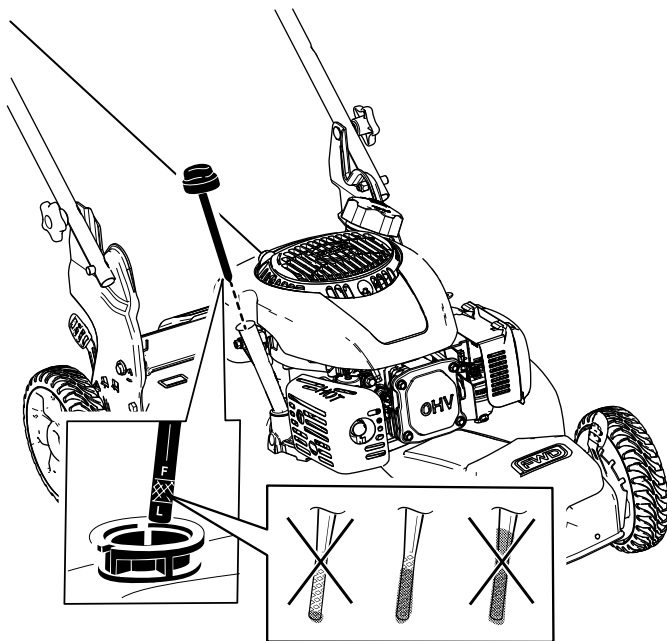

Figure 23
3. Tournez le bouchon dans le sens antihoraire et sortez la jauge (Figure 23).
4. Inclinez la machine sur le côté (filtre à air en haut) pour vidanger l'huile usagée par le tube de remplissage (Figure 23).
10. Vérifiez le niveau d'huile indiqué par la jauge (Figure 23).